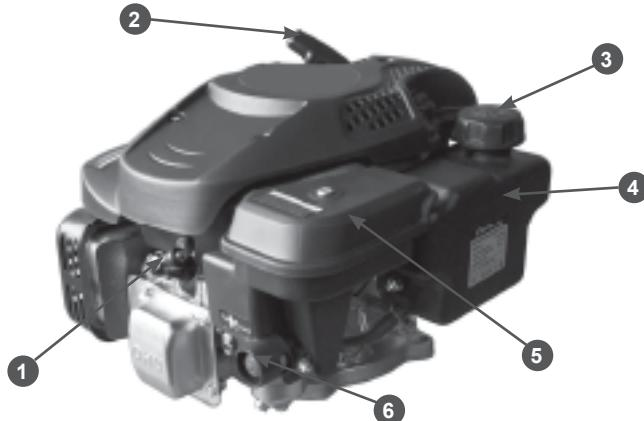

Рис.1 Расположение основных узлов, вид спереди
Расположение основных узлов и органов управления двигателя приведено на Рис. 1, 2.
2. Нажмите до упора кнопку топливного насоса (Рис. 1 п. 6) три раза.